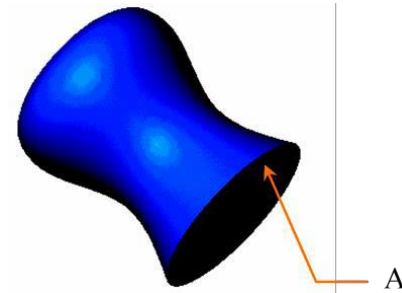

Рис. 5.3. Выбор плоскости
2. Выбрать плоскость А – плоскость, со стороны которой будет производиться сьем материала (рис. 5.3).